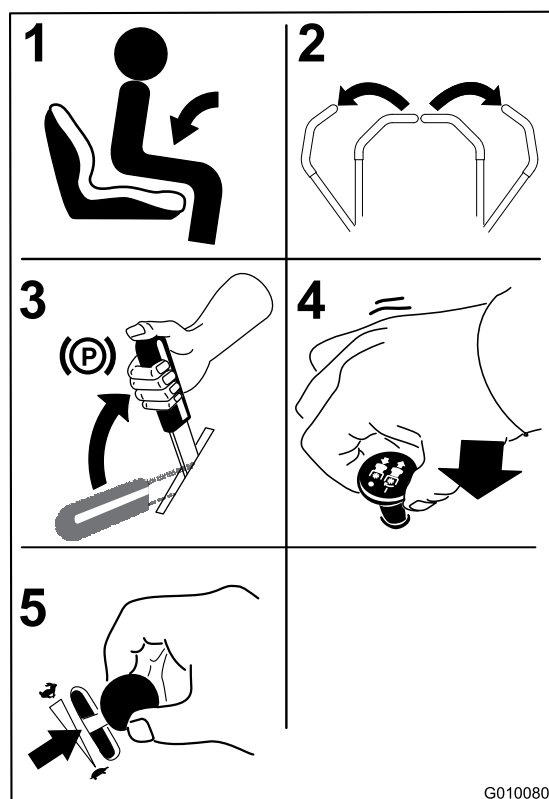

Figure 19
1. Asseyez-vous sur le siège (Figure 19) et attachez la ceinture de sécurité.
2. Écartez les commandes de déplacement vers l'extérieur en position de verrouillage au point mort (Figure 19).
3. Serrez le frein de stationnement (Figure 19) (voir Serrage du frein de stationnement).
4. Placez la commande des lames (PDF) en position désengagée (Figure 19).